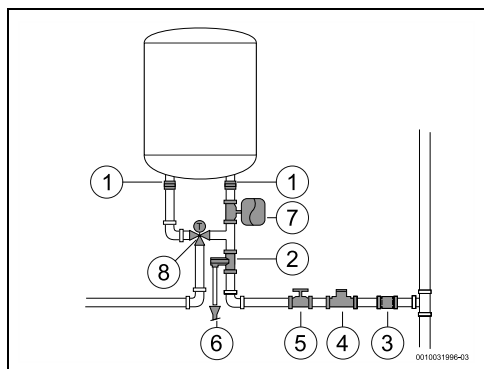

Fig. 10
- Recomendável instalar uma válvula termostática (Fig. 10, [8]) no tubo de saída do aparelho se forem utilizados tubos PEX. Deverá ser ajustado de acordo com o desempenho do material utilizado.
- ▶ Nunca instalar nenhum acessório (para além dos representados na Fig. 10) entre a válvula de segurança e a entrada de água fria (lado direito) do aparelho.
- ▶ instalar uma válvula redutora (Fig. 10, [4]). A válvula de segurança vai atuar sempre que a pressão da água no aparelho for superior a 8 bar (± 1 bar), pelo que é necessário prever uma forma de canalizar o escoamento dessa água.
- ▶ instalar um vaso de expansão (Fig. 10, [7]) para evitar que a abertura da válvula de segurança seja tão frequente. O volume do vaso de expansão deve ser o equivalente a 5% do volume do aparelho.